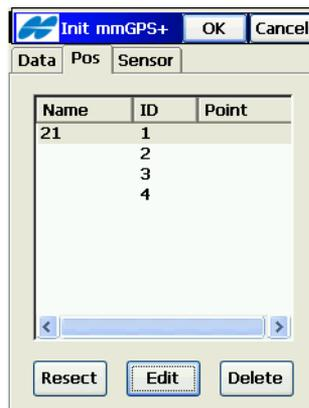

Abbildung 8-15. Initialisieren von mmGPS – Register „Trans-Pos“
6. Wählen Sie auf dem Register *Trans-Pos* den gewünschten Laser. Tippen Sie auf **Edit**, um die Laserposition einzugeben (Abbildung 8-15).